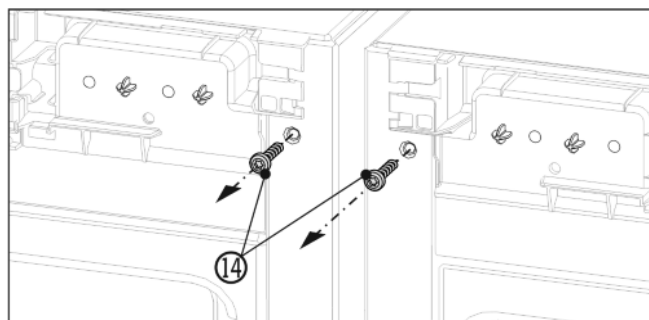

Fig. 6
- ▶ Avant le montage de l'équerre supérieure, tourner les deux vis de terre Fig. 6 (14).